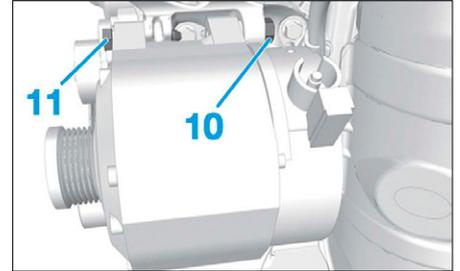

FIG. 7
- Desserrer la vis (10) de 3 tours (Fig.7).
- Déposer la vis (11).